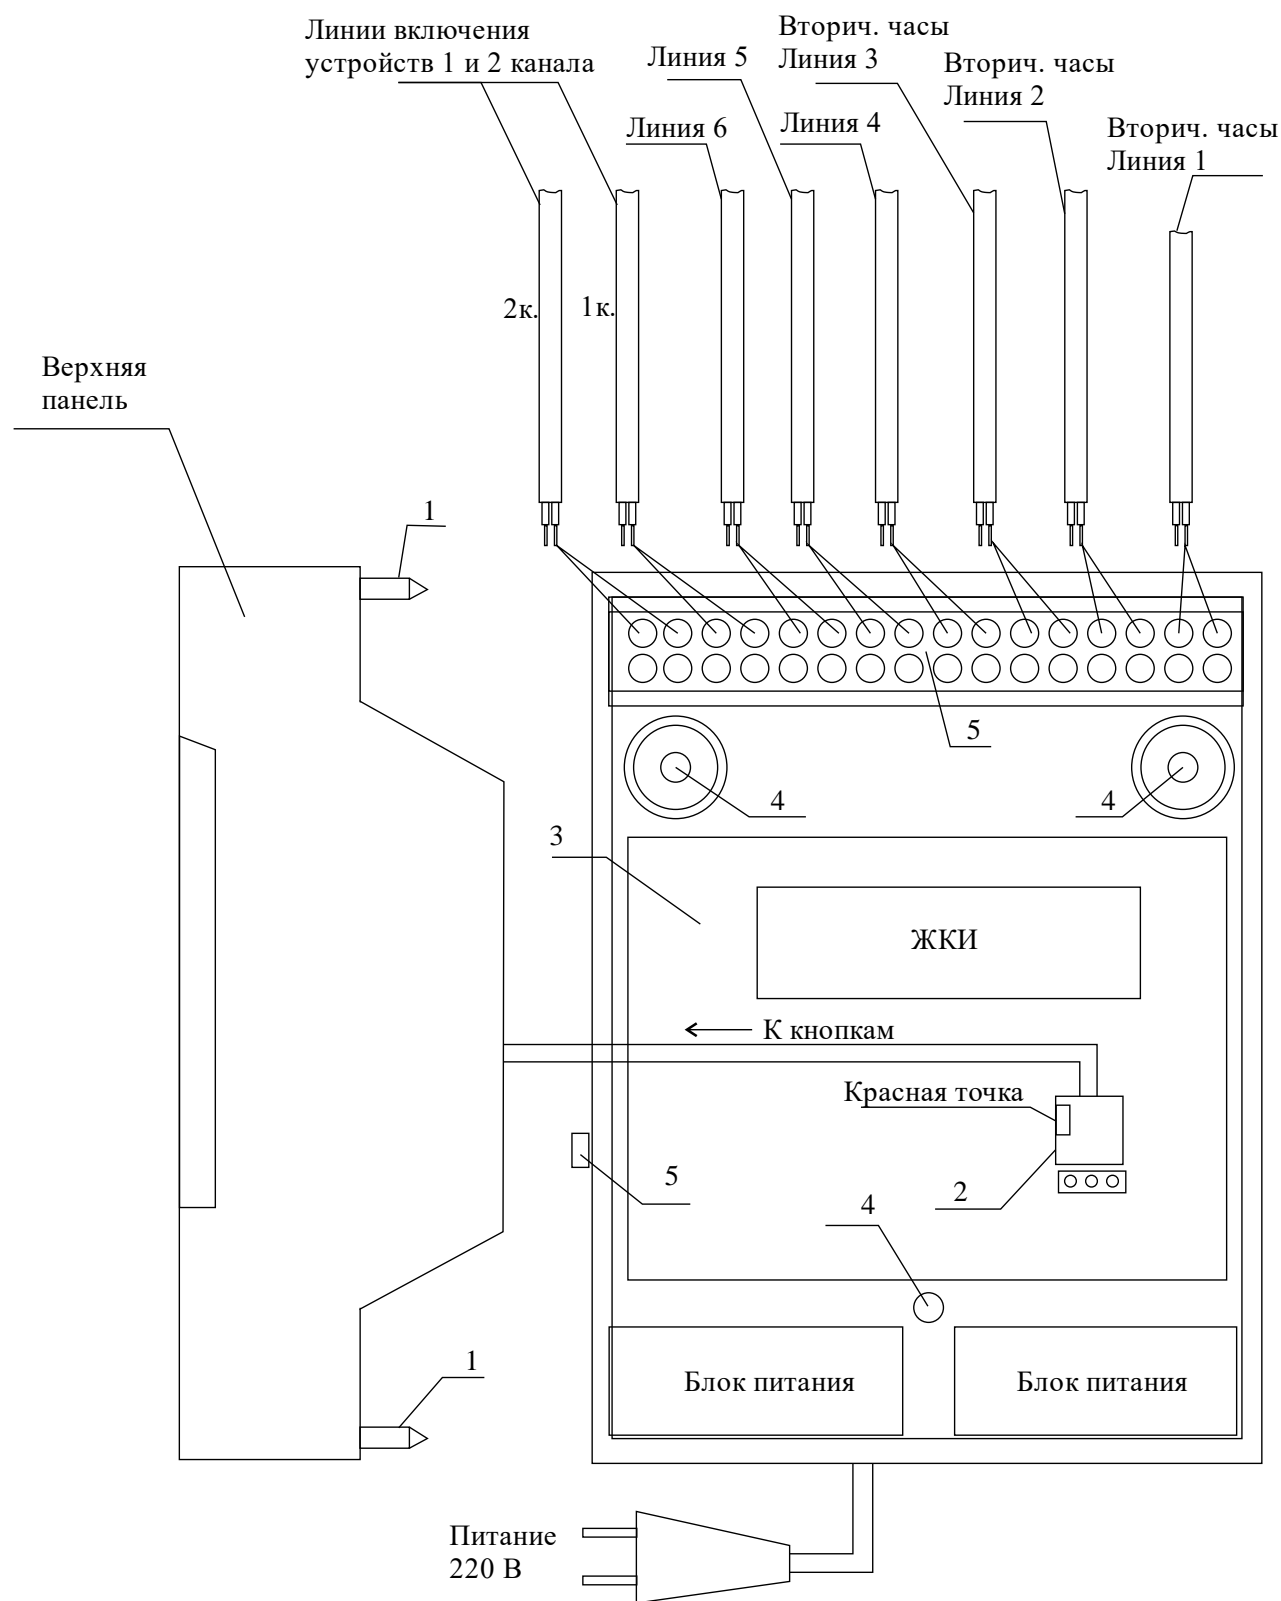
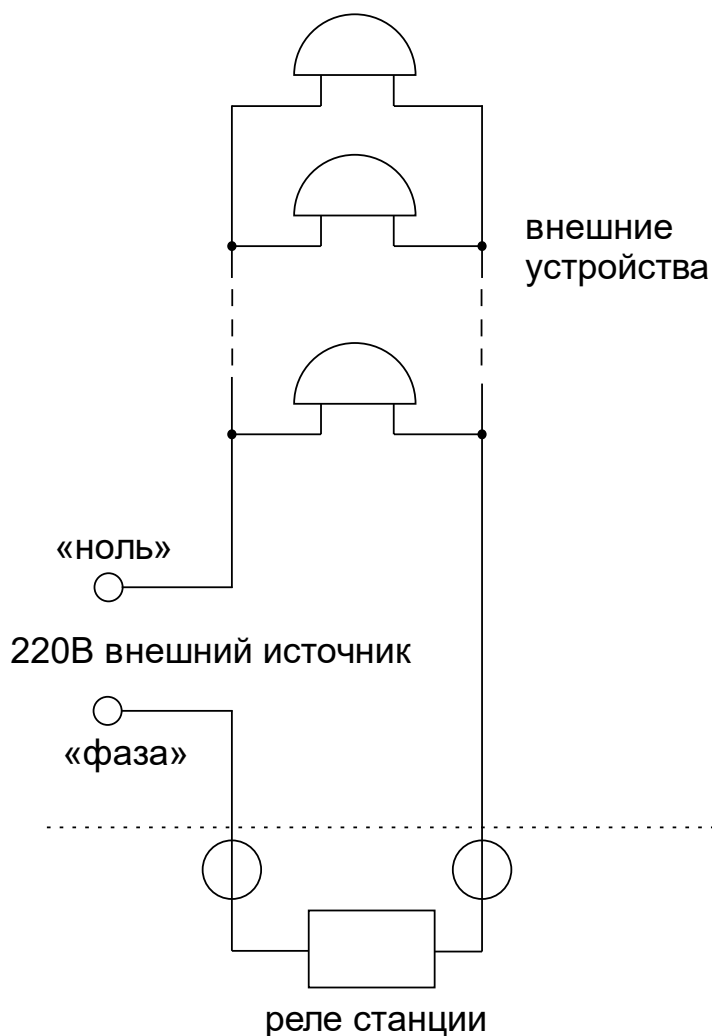

Рис. 1
Рис. 1-1
Все внешние устройства по входам электропитания подсоединяются по схеме рис. 1-1 (схема для второго канала; для первого канала – аналогично, см. далее). В соответствии с рис. 1-1 питание на внешние устройства должно подаваться извне (не используется электропитание часовой станции). При этом реле часовой станции замыкают (подключают) фазу внешнего электропитания на внешние устройства каждого канала в соответствии с установленной программой.
4.1 Выверните четыре винта 1, расположенных на верхней панели часовой станции (см. Рис.1). Осторожно снимите верхнюю панель и отсоедините разъем 2, соединяющий кнопки с печатной платой 3.
4.4 Подсоедините линии вторичных часов в соответствии со схемой рис.1. Подсоедините линию включения внешних устройств каждого канала в соответствии со схемой рис.1 и со схемой рис.1-1. Из схемы Рис. 1-1 видно, что для питания внешних устройств используется внешнее электропитание, не связанное с питанием станции.